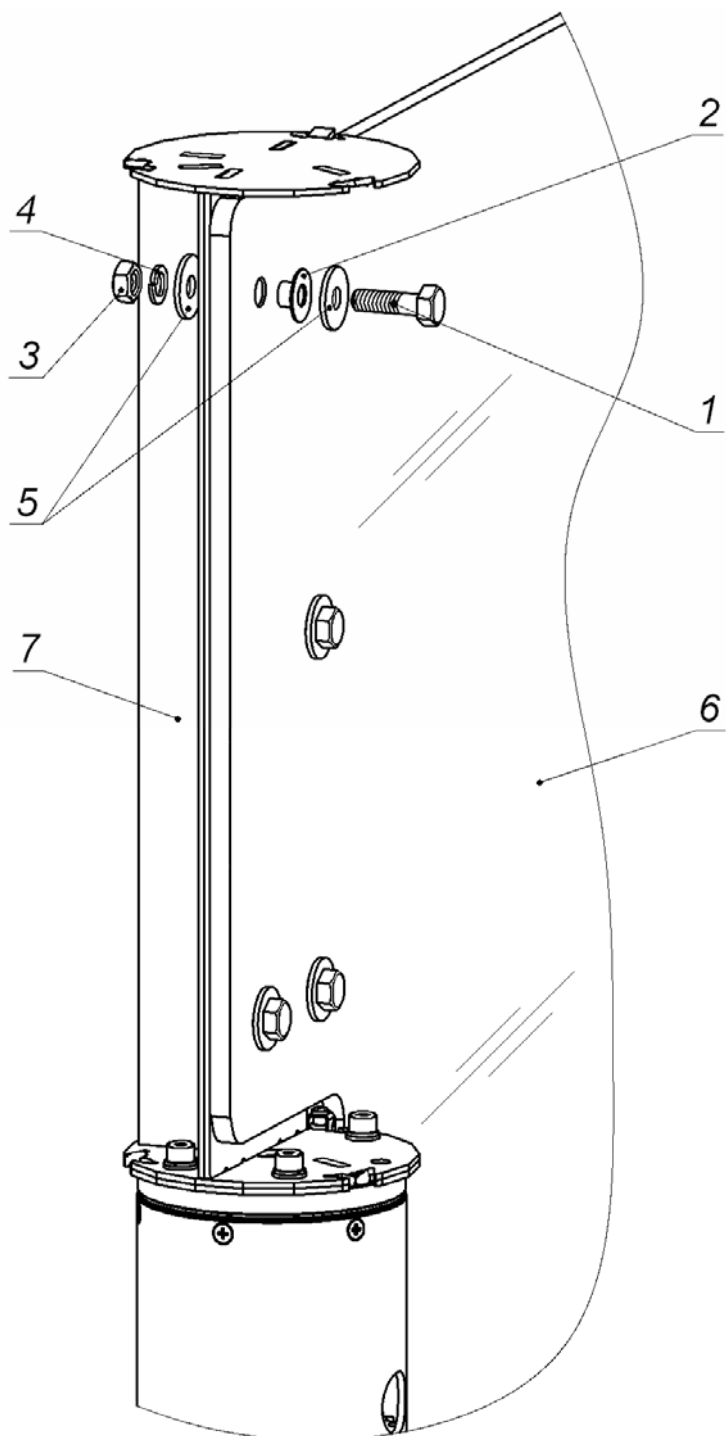

Рисунок 12. Установка створки
15. Произведите монтаж стеклянной створки в соответствии с рис. 12. Для этого закрепите створку (6) на опоре поворотной (7) с помощью деталей (1) – (5).